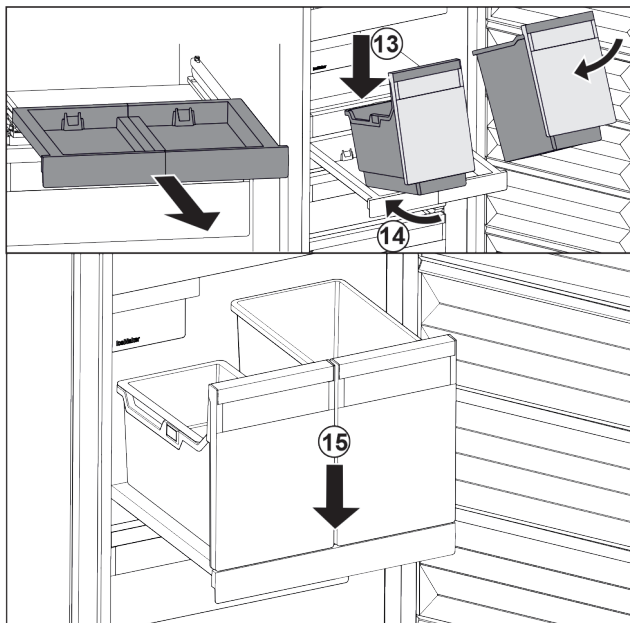

Fig. 129
- ▶ Nasadte nádobu šikmo na vyťahovaciu poličku. Fig. 129 (13)
- ▶ Zasuňte nádobu šikmo dozadu. Fig. 129 (14)
- ▶ Zložte nádobu vpredu. Fig. 129 (15)